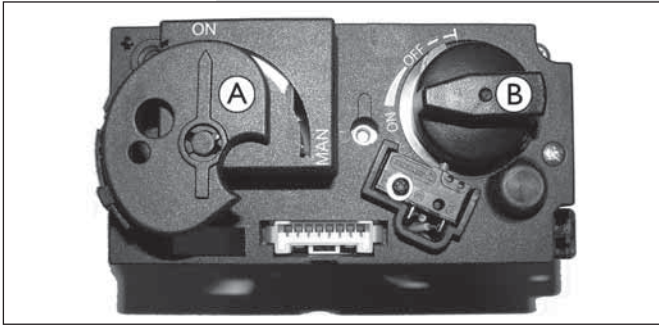

Abb. 15
Achtung - Während des Zündvorgangs ist es nicht erlaubt, den Regelknopf B auf dem Gasregelblock von Hand zu bedienen (siehe Abb. 15);
- Schalten Sie den Knopf A am Gasregelblock ein (ON) - (Knopf B wird automatisch geschaltet) (siehe Abb. 15). Der Gasregelblock befindet sich im Schaltkasten.